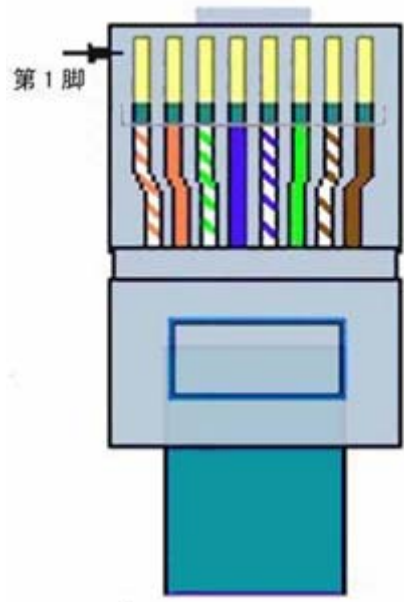

图 4 网线线序
- c) POE 供电: 通过普通 RJ45 网口的引脚 5 (GND) 和引脚 8 (VCC) 两根线可以给 ZLAN5400 供电, 供电电压为 9~24V 之间的任何值。RJ45 网线线序参考图 4。